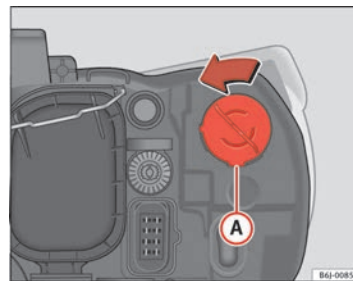

Abb. 132 Blinklicht
- Die Fassung ⇒ Abb. 132 Ⓐ nach links drehen und ziehen.